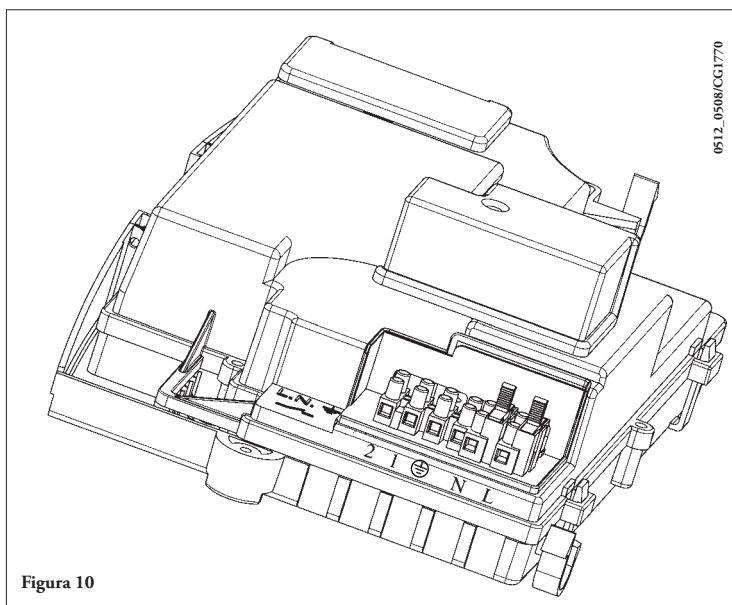

Figura 10
- deșurubați capacul pentru a ajunge la cablaje (Figura 10).
- deschideți panoul cu borne de alimentare (figura 10);
- conectați bornele termostatlui de cameră la bornele (1) și (2);
În cazul în care nu se utilizează termostatul ambiental, este necesar să legați o punte între bornele 1-2 ale panoului de borne M1 (figura 10).